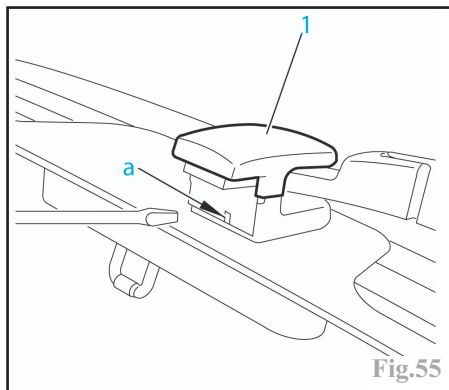

Fig.55
Déclipser le bouton-cache (1) par l'ouverture "a" à l'aide d'un tournevis fin (Fig.55).